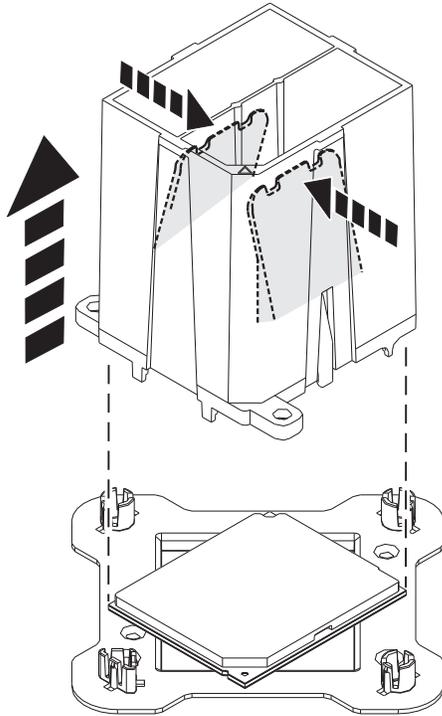

Figura 94. Liberando o módulo de processador do sistema da ferramenta
8. Aperte as duas guias azuis para liberar o módulo de processador do sistema da ferramenta. Consulte Figura 94 na página 86.